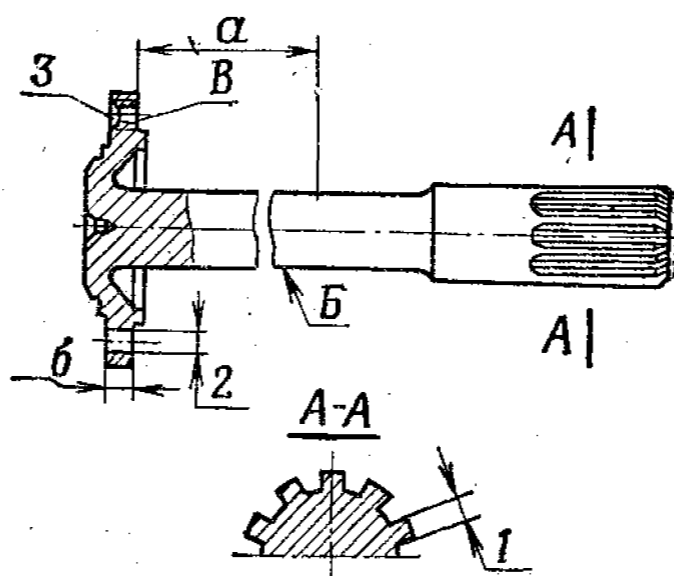

Рис. 138. Полуось заднего моста
1. Полуось заднего моста (рис. 138)